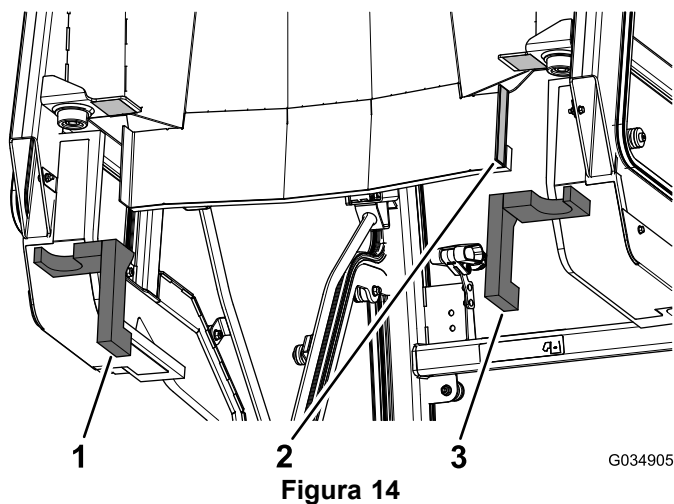

Figura 14
1. Retire el papel protector de la cinta de doble cara de la parte trasera de la cabina (Figura 14).
2. Aplique las juntas de espuma traseras derecha e izquierda a la cabina (Figura 14).